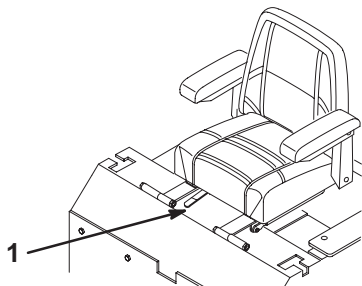

Figure 22
1. Poussez le levier de réglage sur le côté pour débloquer le siège (Fig. 22).